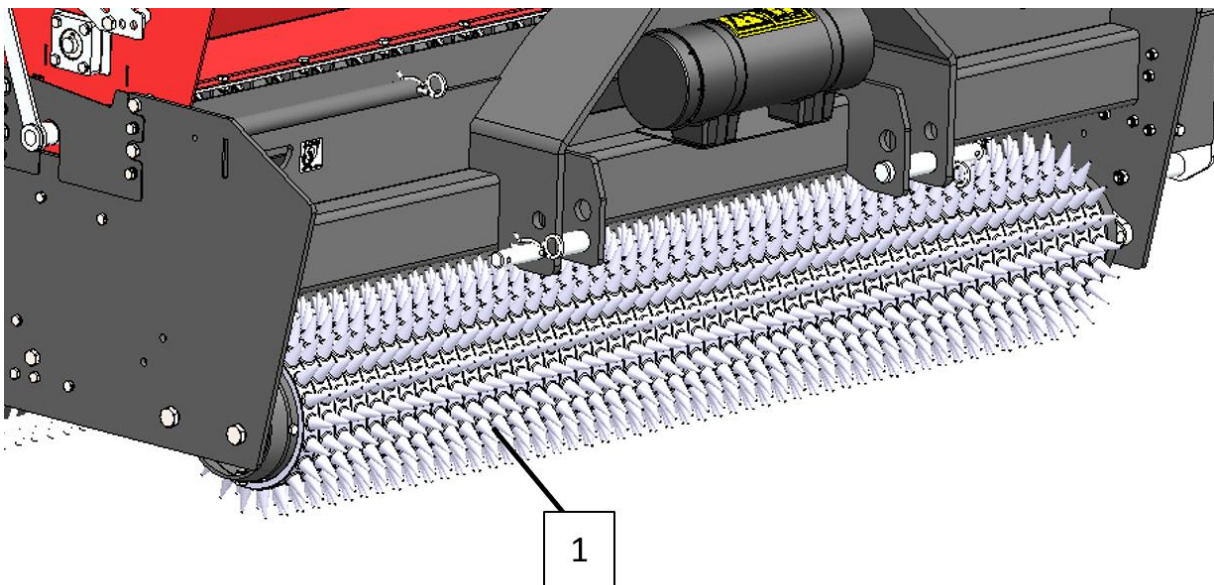

Fig.5-2
- Verifique os elementos de semeadura (1) quanto a danos e repare se necessário. (Fig.5-2)